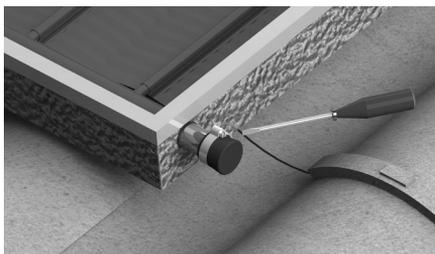

Figura 6 - Tampão
- 2º Passo:** abra o tampão de drenagem com auxílio de uma chave canhão (figura 6)